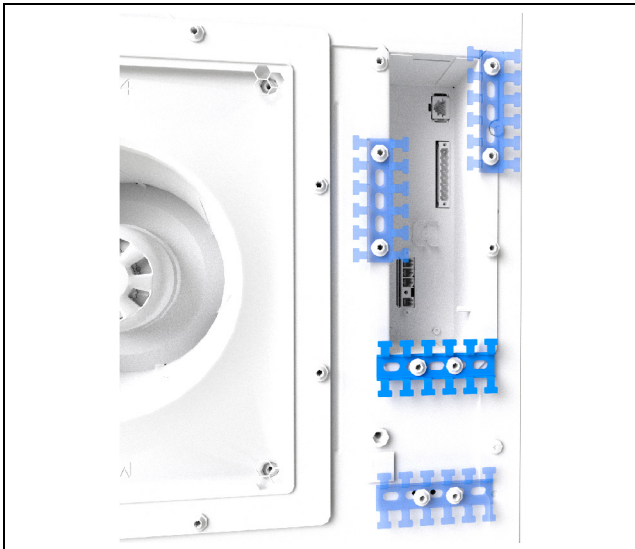

Abb. 18: Anbringen der Hammerfußschiene (beispielhafte Darstellung)
- Der Kabelschirm kann an der Hammerfußschiene (Abb. 18) kontaktiert werden.